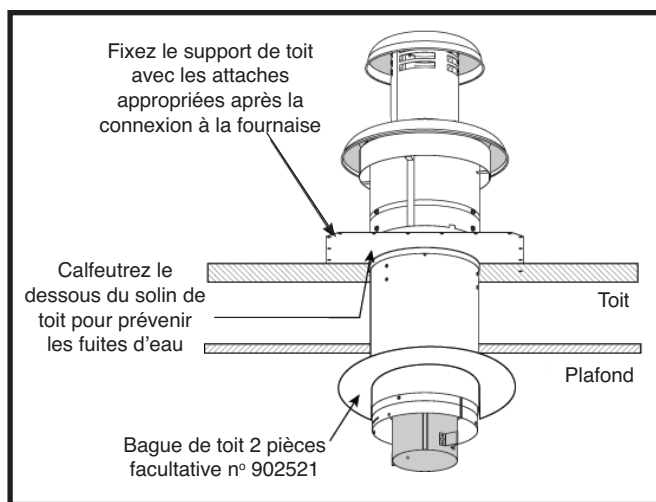
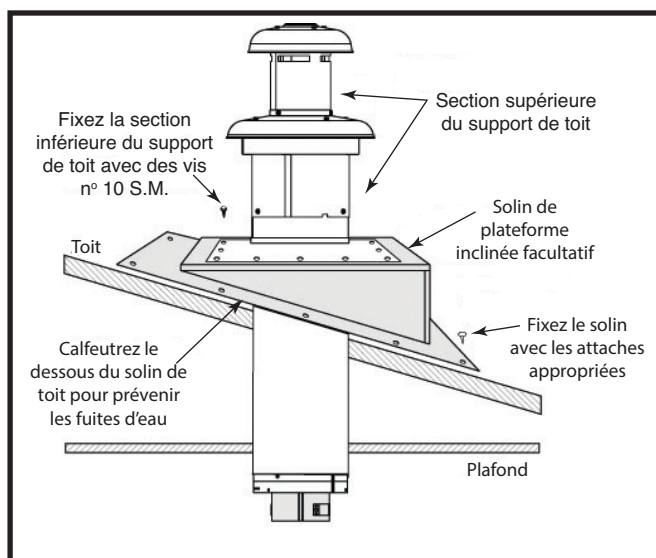

Figure 21. Toit plat
Figure 22. Toit incliné
1. Appliquez un produit de calfeutrage sous le solin du toit pour former une bande continue d'au moins 3/8 po de largeur sous le périmètre du solin. Pour un toit plat, consultez la Figure 21 ou la Figure 22 si le toit est incliné.